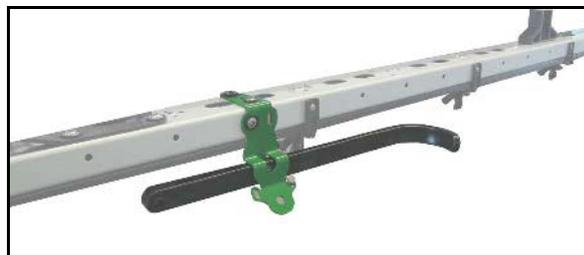

Fig. 97
Amortissement tridimensionnel (Fig. 97/1)
- L'amortissement tridimensionnel (Fig. 97/1) se déverrouille et la rampe déployée peut alors bouger librement par rapport au support de rampe. Le dispositif de protection de l'amortissement tridimensionnel a été retiré ici pour faciliter la démonstration.
Déverrouillage de l'amortissement tridimensionnel (Fig. 97/2) :
- L'amortissement tridimensionnel est bloqué (Fig. 97/2) quand le symbole du verrou fermé apparaît sur l'écran du terminal de commande.